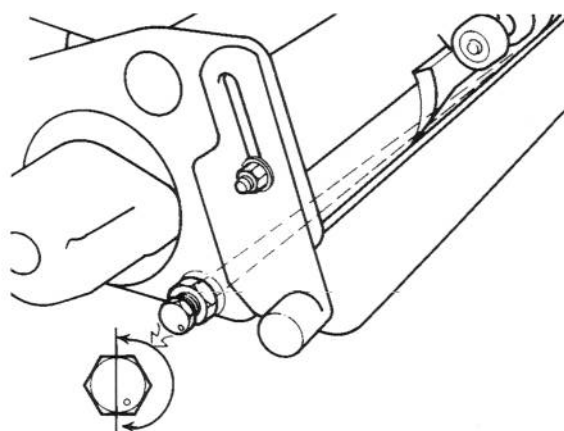

Figure 16
4. Desserrez le contre-écrou sur le boulon du pivot gauche de la contre-barre suffisamment pour faciliter le tournement du boulon. Le boulon du pivot gauche dispose d'un filetage excentré qui, lorsqu'il est tourné, agit comme came pour baisser ou lever la contre-barre. Sur la tête du boulon, il y a un point d'identification qui indique le décentrage du boulon. Lorsque ce point est dans la position haute (Fig.16), l'extrémité gauche de la contre-barre est levée. Lorsque le boulon est tourné dans le sens horaire, le point est baissé, ainsi que l'extrémité gauche de la contre-barre. Le point d'identification doit être placé dans la position arrière (180°) lors du réglage.